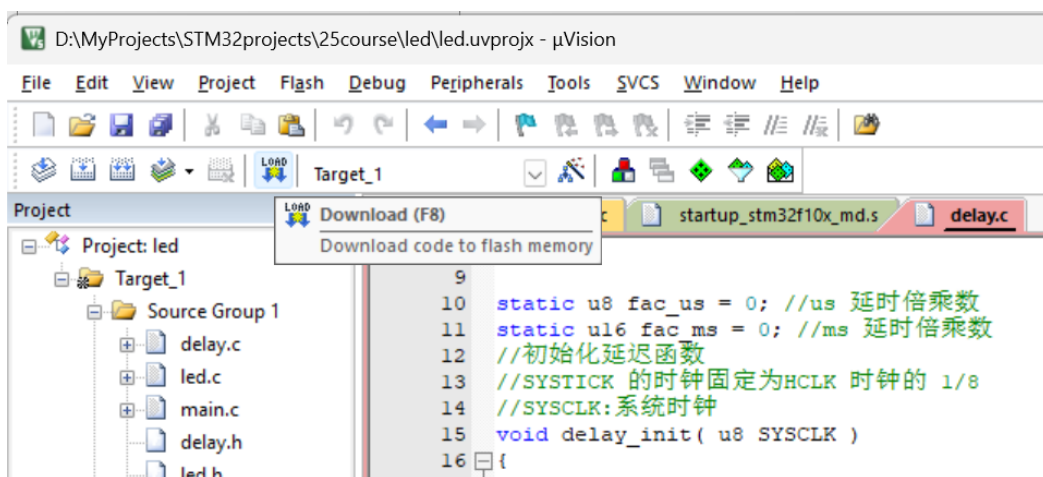

图 1-11 下载程序
- 4) 点击 Download 将程序下载到 STM32 开发板中，即可观察到开发板程序运行（如按照教程勾选“Reset and Run”）如图 1-11 所示。也可以将 STM32 开发板重新上电或者按下复位按钮让刚才下载的程序重新运行。